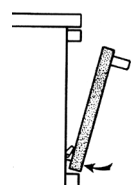

Bild 36
- Backofentür mit einem Ruck arretieren (Bild 36).